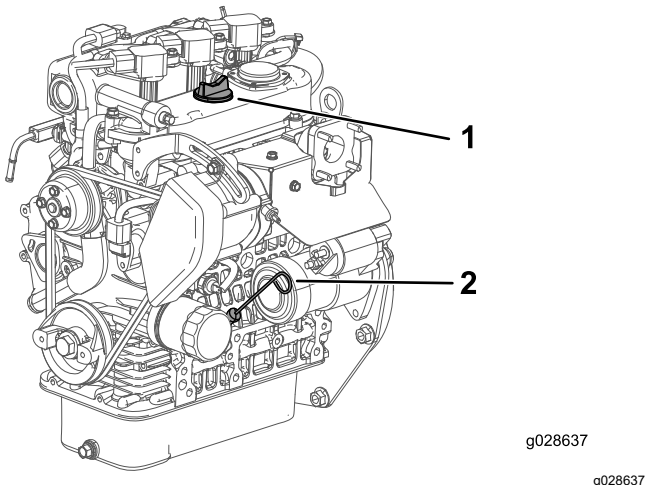

Figura 35
4. Scoatei joja și tergei-o cu o lavetă curată (Figura 35).
5. Introduceți joja în tub și asigurați-vă că este introdusă complet (Figura 35).
6. Scoateți joja de ulei și verificați nivelul uleiului (Figura 35).
7. Dacă nivelul uleiului este scăzut, scoateți capacul buonului (Figura 35) și adăugați suficient ulei pentru a ridica nivelul la marcajul Full (Plin) de pe joja.
8. Instalați joja ferm (Figura 35).